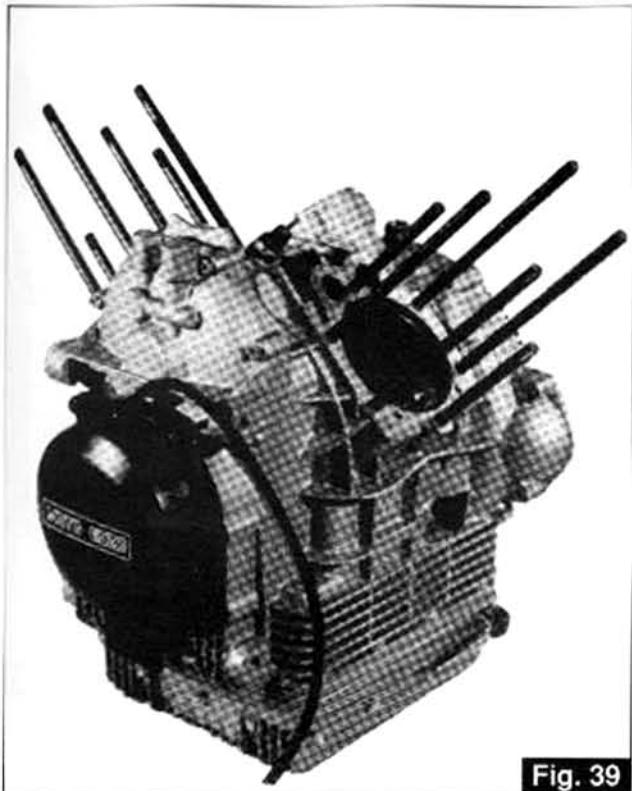

Fig. 39
- Répétez les mêmes opérations de démontage également pour le cylindre droit (Fig. 39).
- Die gleichen Ausbauarbeiten auch beim rechten Zylinder (Abb. 39) wiederholen.